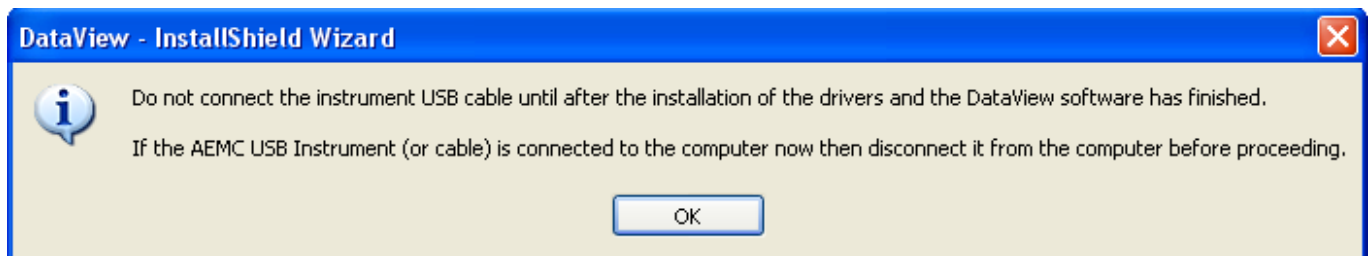

Figura 1-3
10. Se lo strumento scelto richiede l'utilizzo di una porta USB (è il nostro caso), può apparire una finestra informativa identica a quella della figura 1-3.